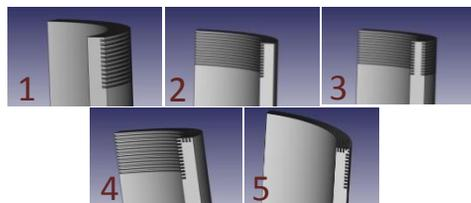

図1 4 mm容器/角縁に凸凹があるモデル
- 3Dプリンターで縁に溝のある（図1、図2）なしの容器を作製